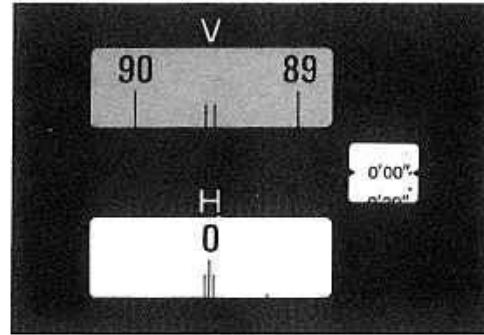

図22
- 1) 11ページの(2) 1)、2)、3)の作業を行ない水平目盛の読みを $0^{\circ}0'00''$ に合わせます。(図22)